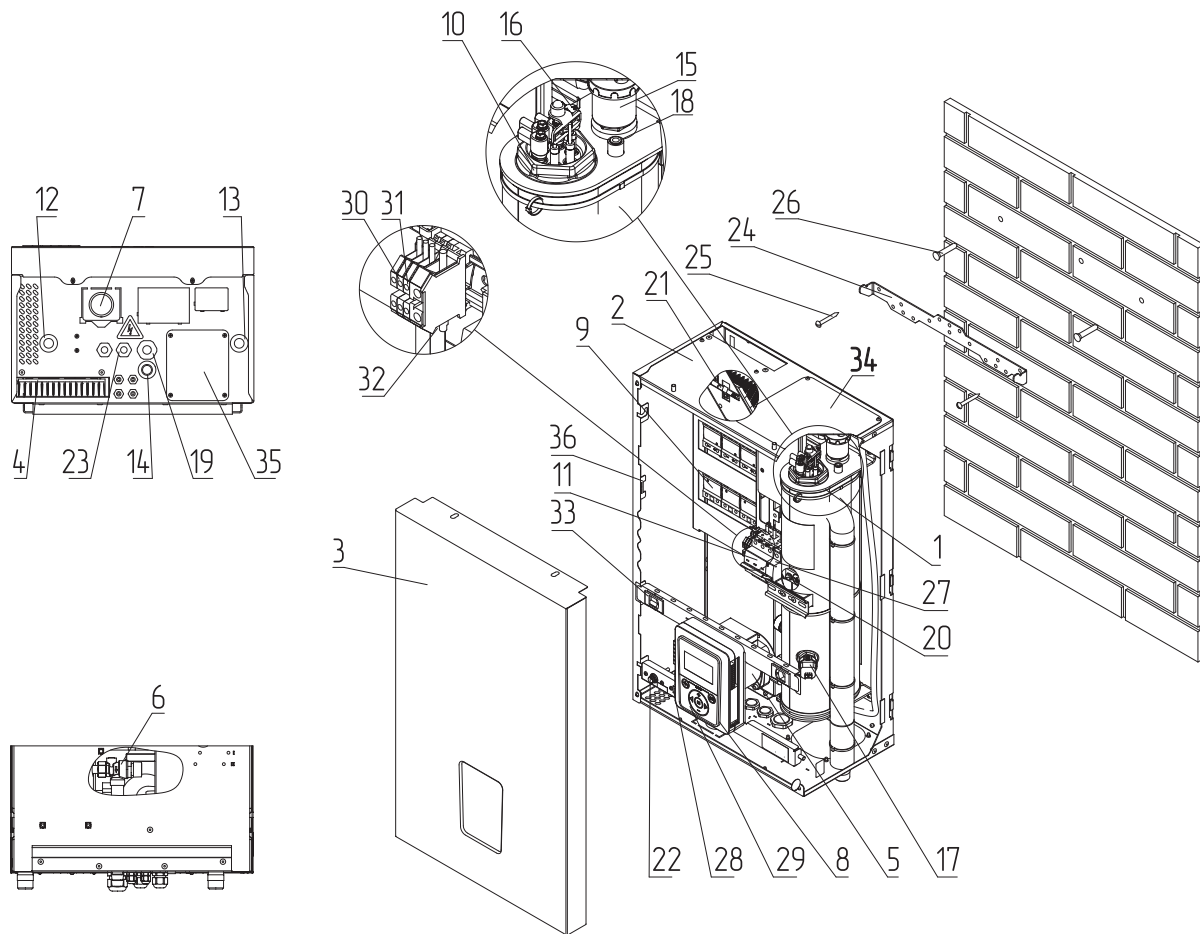
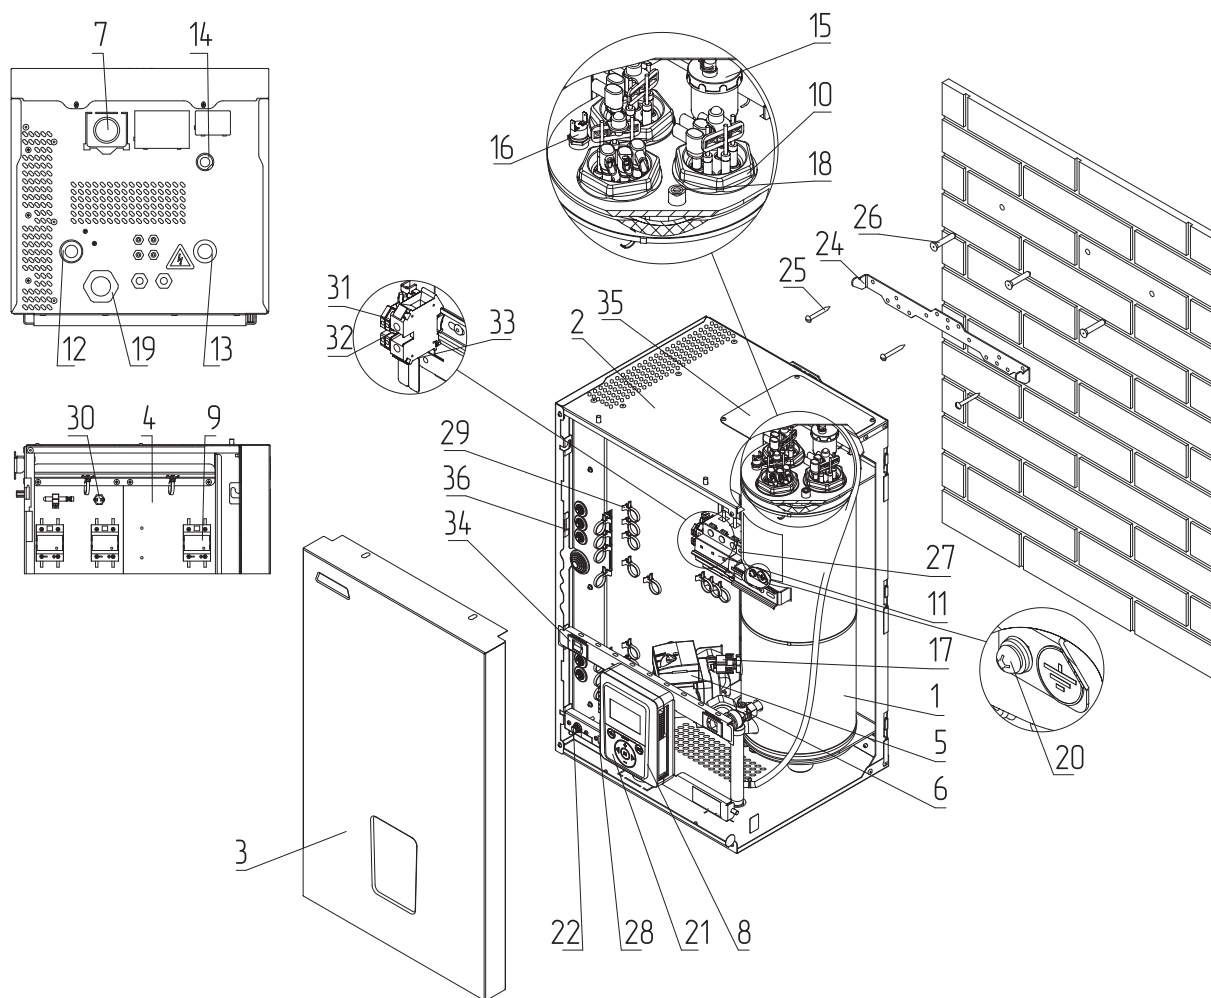

Рис.3 Устройство котла ZOTA МК-X Plus 6-24 кВт
Рис.4 Устройство котла ZOTA МК-X Plus 30-42 кВт
Закрепите настенный кронштейн на вертикальной поверхности в необходимом месте с помощью шурупов, входящих в комплект, и установите на него котел, как показано на **Рис.3**, **Рис.4**;
- Извлечь перемычки (Рис.3, Рис.4, поз.32);
- Подключить провода фазы «L» к колодке (Рис.3, Рис.4, поз.30);
- Подключить провода нейтраль «N» к колодке (Рис.3, Рис.4, поз.31).
- Включить вводной автомат (Рис.3, Рис.4, поз.11) вместе с расцепителем в верхнее положение;
- Перевести выключатель (Рис.3, Рис.4, поз.28) в положение ВКЛ;